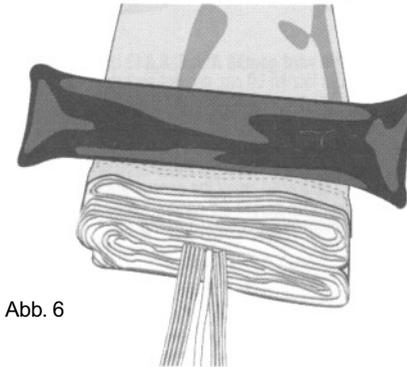

Abb. 6
5. Anschließend wird der Scheitel von seiner Befestigung gelöst und die Mittelleinenschleufe in das Zentrum der Scheitelleinen gebracht. Dies ist äußerst wichtig damit bei einer Auslösung der Scheitel nicht einseitig belastet wird. Der Scheitel wird mit Hilfe der Mittelleine in die Schirmkappe hineingezogen. Hierzu zieht man an der Hauptverbindungsleine, bis die Fangleinen und die Mittelleine gleichlang und nebeneinander liegen. Der kreuzungsfreie Verlauf der Fang- und Mittelleinen ist einer der wichtigsten Arbeitsvorgänge beim Packen! Unbedingt kontrollieren ob alle Leinen kreuzungsfrei und ohne Durchschlaufung verlaufen! (Abb.6)